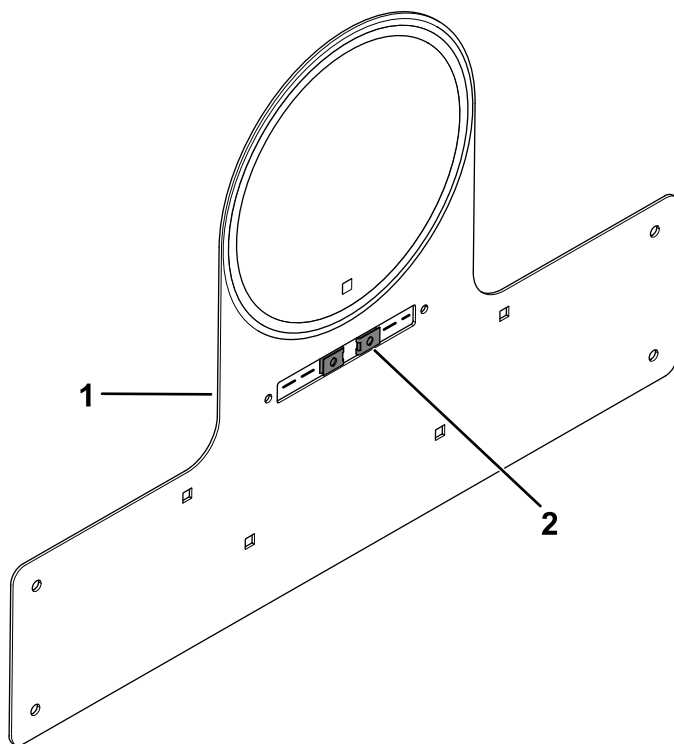

Figur 25
- Sæt den rette hastighedsmærkat på hastighedspladebeslaget (Figur 25).